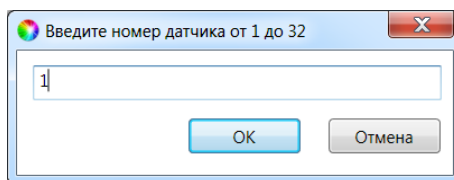

Рис. 6.10. Ввод номера радиоизвещателя
2. В открывшемся окне укажите номер извещателя (от 1 до 32) из числа еще не занятых и нажмите кнопку *OK* (рис. 6.10).